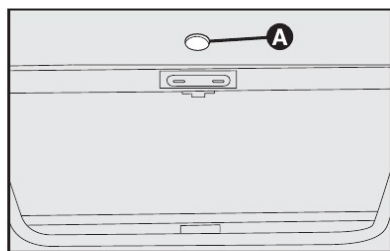

fig. 104
**1** - remover a tampa de proteção **A-fig. 104** localizada na região central do revestimento interno, entre as duas persianas.